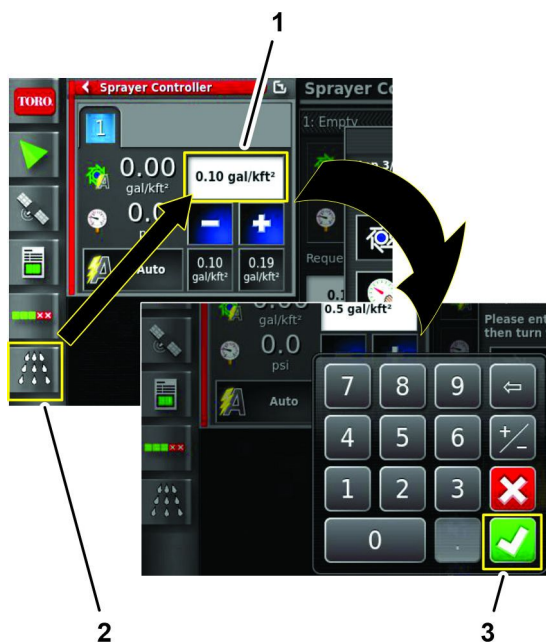

Figura 141
2. Premete l'icona CONTROLLER DEL VOLUME DI IRRORAZIONE, premete l'icona VOLUME DI APPLICAZIONE RICHIESTO e utilizzate il tastierino sullo schermo per inserire il volume di applicazione desiderato, quindi premete l'icona di conferma (Figura 141).